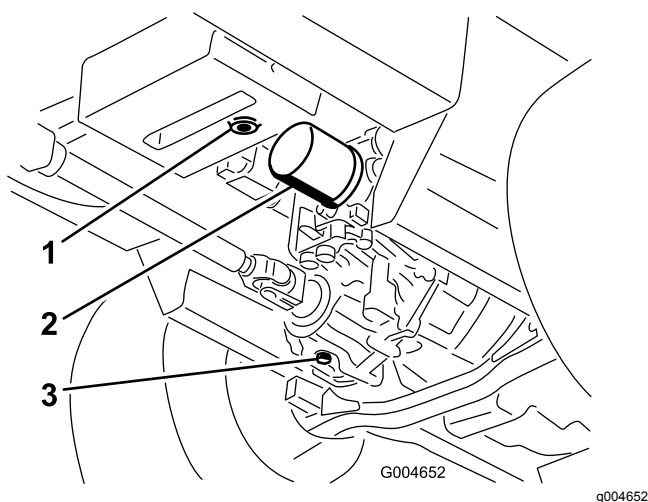

Figura 91
bujões, drenando todo o fluido hidráulico (Figura 91).
4. Limpe a zona em redor do filtro de óleo hidráulico e retire-o (Figura 91).